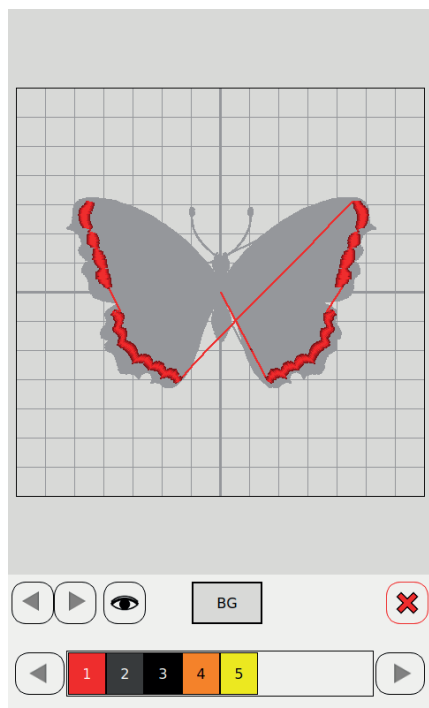

FIGURA 4
- Clique na tecla “Editar cores” para entrar na tela da Figura 4.